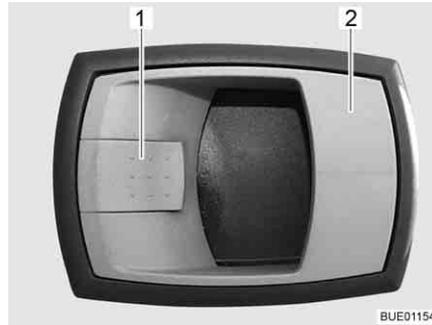

Fig. 32 Serrure de la porte cellule, à l'intérieur
- Tirer sur la poignée (Fig. 32,2). La serrure de la porte est déverrouillée.
- Appuyer sur le levier de sécurité (Fig. 32,1).